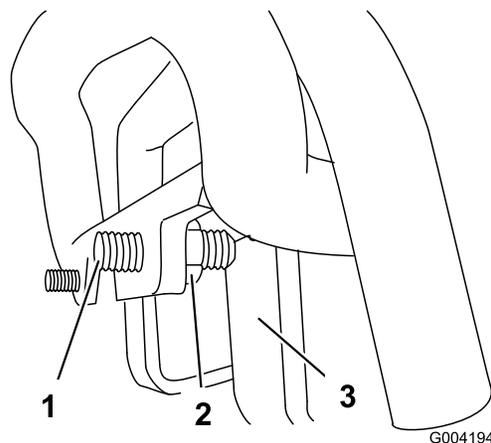

Рисунок 57
3. Если машина отклоняется **влево**, ослабьте **правую** зажимную гайку и отрегулируйте винт настройки отслеживания положения в передней части рычага управления тягой (Рисунок 57).
4. Если машина отклоняется **вправо**, ослабьте **левую** зажимную гайку и отрегулируйте винт настройки отслеживания положения в передней части рычага управления тягой (Рисунок 57).